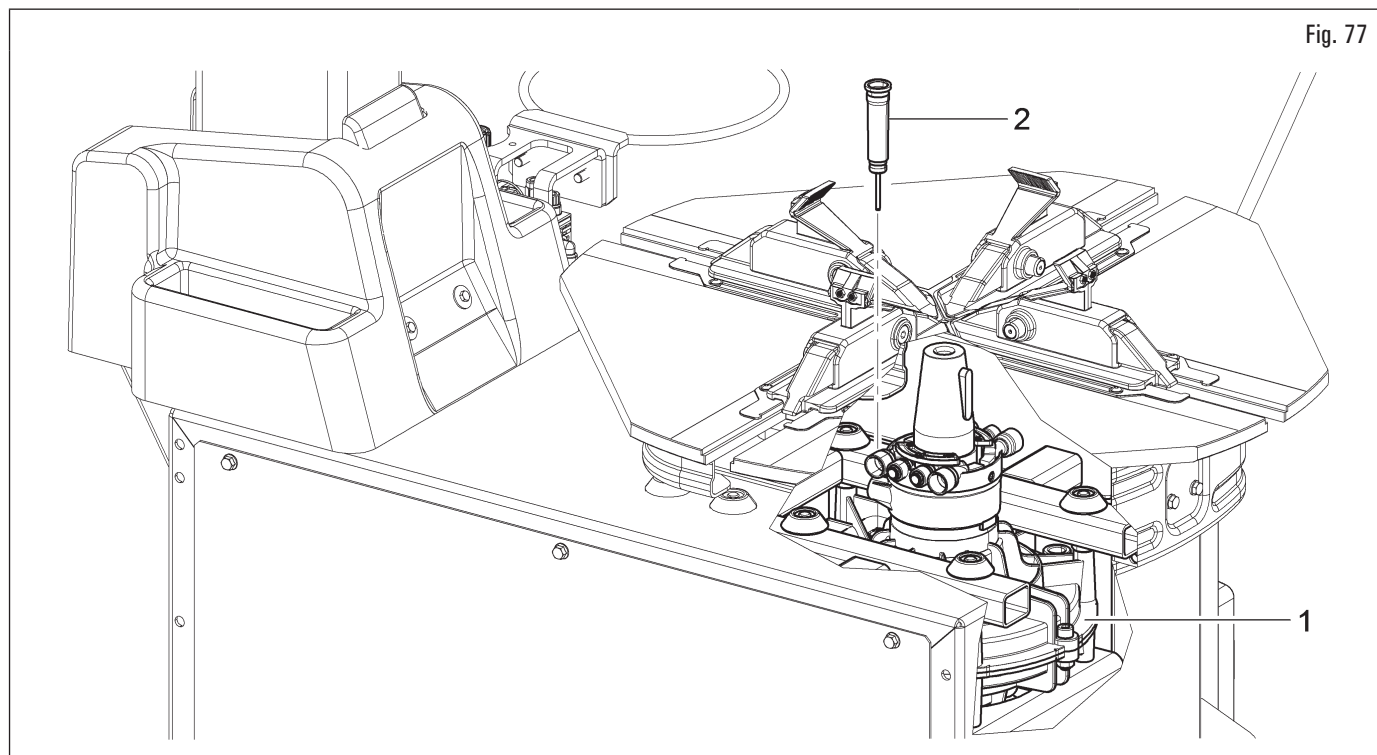

Fig. 77
- Periodicamente (almeno ogni 100 ore di lavoro) controllare il livello del lubrificante nel riduttore (Fig. 77 rif. 1) rimuovendo il tappo (Fig. 77 rif. 2) tramite l'apposito foro predisposto sul telaio.